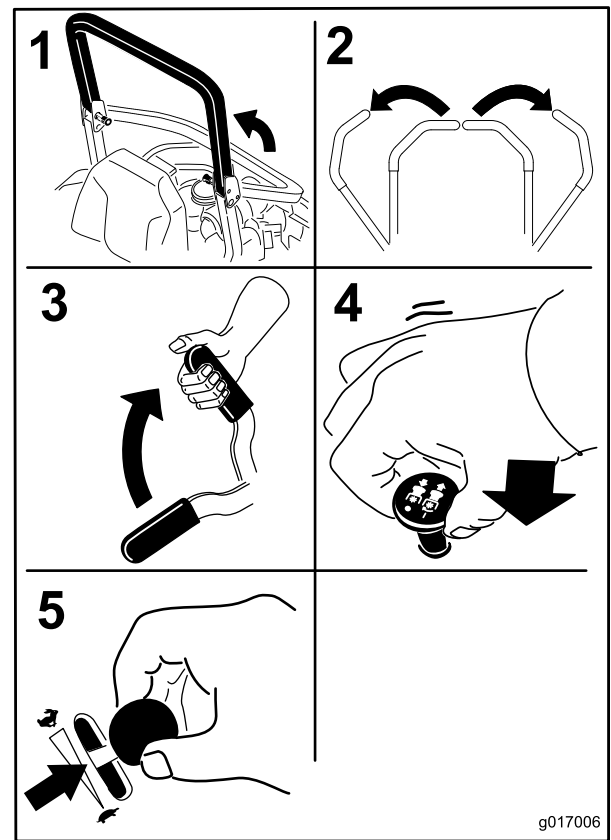

Figura 17
4. Mueva el mando de control de las cuchillas a la posición de Desengranado (Figura 17).